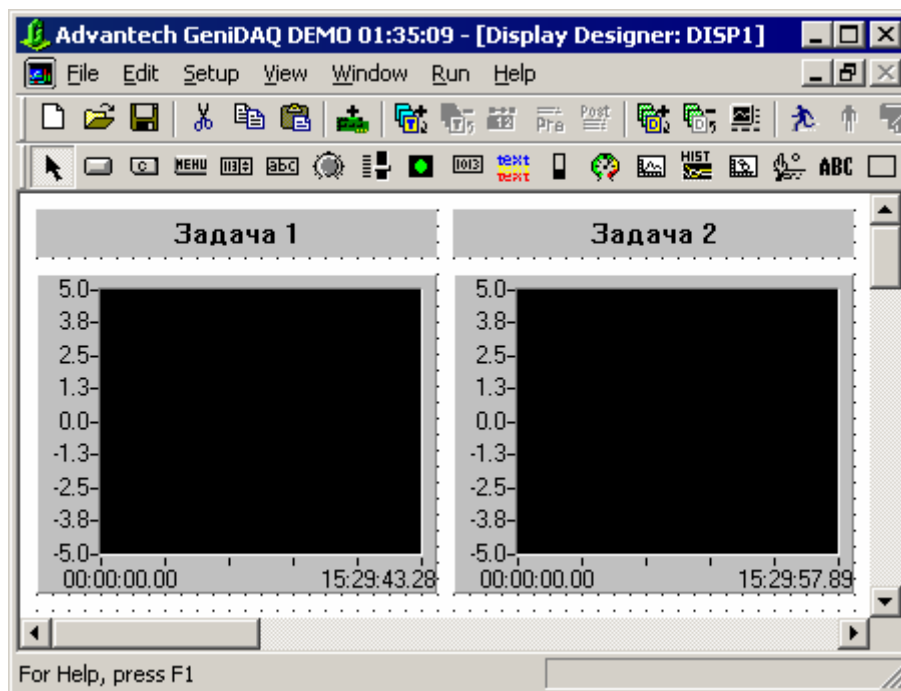
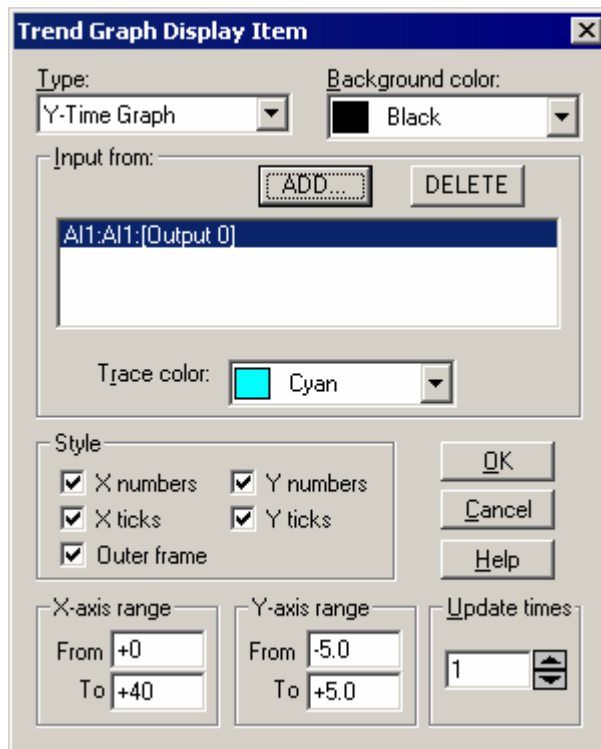

Рис. 4.132. Конфигурация окна отображения
Рис. 4.133. Конфигурация графика для блока аналогового ввода задачи **TASK1**
3. *Третье действие.* Активизируйте окно редактора форм отображения. Добавьте в это окно два элемента отображения график времени и две текстовые строки (рис. 4.132). Сконфигурируйте графики времени в соответствии с рис. 4.133 и 4.134. При этом на одном из них будет отображаться информация с выхода блока аналогового ввода задачи **TASK1**, а на втором — задачи **TASK2**.